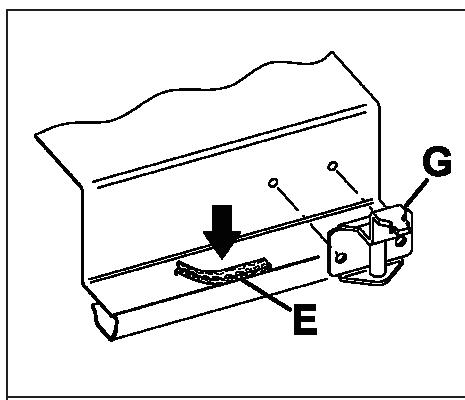

FIG. 5
- déballer les pattes « G » et les monter comme en fig. 5.
- bien positionner le joint « E » (fig. 5) sous le bord du plan de travail de sorte que la tranche du joint s'adapte parfaitement au pourtour du plan de travail. Les extrémités du joint d'étanchéité ne doivent pas se chevaucher ;